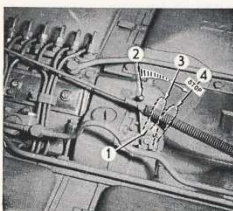

Figure 9
3. pousser le levier des gaz (1 - fig. 9) en «plein gaz» en actionnant la pédale ou la manette des gaz;
1. Pousser alors le levier des gaz (1 - fig. 9) en delà de la position de ralenti (3 - fig. 9) en «Stop» (4 - fig. 9); dès l'immobilisation du moteur, le témoin de charge luit à nouveau;